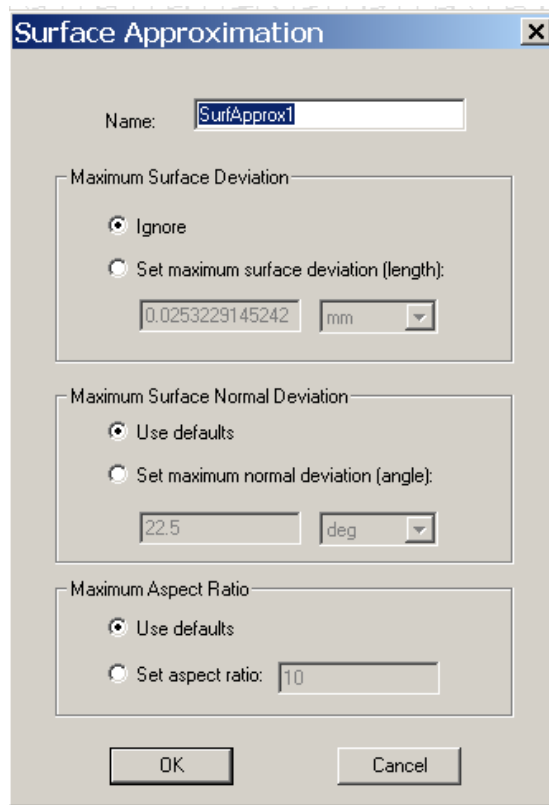

Рис. 12.20. Установки аппроксимации поверхности. Установки состоят из трех частей:
1. HFSS генерирует начальное разбиение на основании разбиения поверхности на треугольники (диалог **Surface Approximation**, рис.12.20).